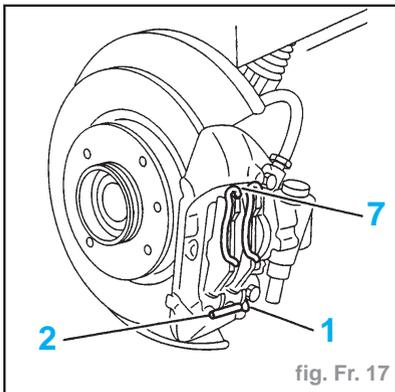

fig. Fr. 17
- Amener les deux plaquettes en appui sur l'arrête supérieure (7) de l'étrier (fig. Fr. 17).